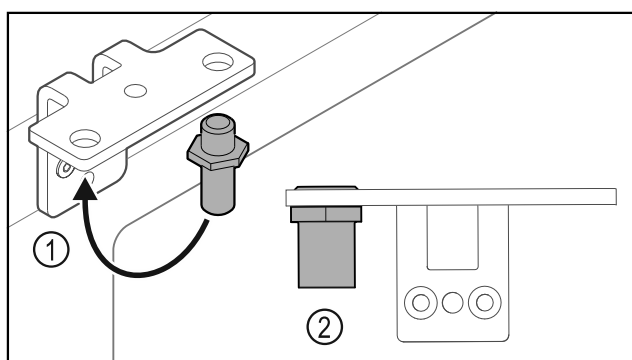

Fig. 37
- ▶ Sett om bolten Fig. 37 (1) i hengselvinkelen.
- ▶ Trekk til bolten Fig. 37 (2) med **et tiltrekkingsmoment på 12 Nm**.